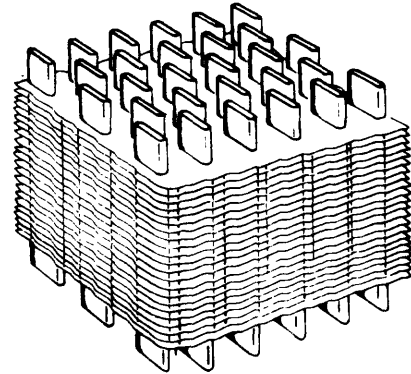

Fig. 2
1. *Núcleo de tipo tubular* (fig. 2)